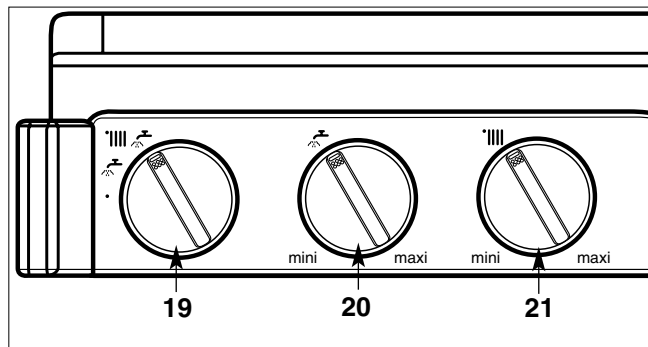
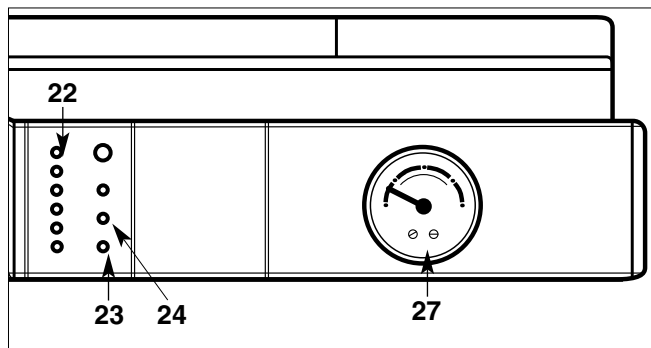

Fig. 23
Fig. 24
Ne pas oublier de le rouvrir en début de saison de chauffage, lorsque l'on replace le commutateur "19" (Fig. 23) en position « III 🔥 ».
- Placez le commutateur "19" (Fig. 23) en position « III 🔥 » voyant vert "23" allumé ; le voyant orange "24" (Fig. 24) s'allume chaque fois que le brûleur entre en fonction.
Le bouton de réglage du chauffage "21" « III » (Fig. 23) donne la possibilité d'ajuster la température de l'eau du circuit de chauffage en fonction des besoins saisonniers.
L'indicateur "22" 🔥 (Fig. 24) affiche cette température.
- Placez le commutateur "19" en position arrêt « ● », extinction du voyant vert "23" (Fig. 24).